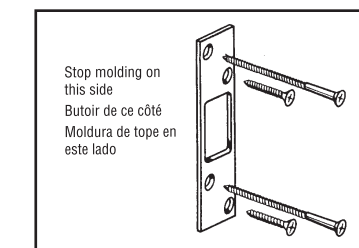

Fig. 6B
**Step 6B: Deadbolt Strike** -For deadbolt models, position strikeplate to align with deadbolt. Be sure center of bolt aligns with the center of the strike. Outline with pencil, and chisel or rout 3/32 in. deep, inside the outline, so that strike will be flush with jamb. Pre-drill 1/8 in. holes. The holes nearest to the stop molding receive the long screws. Install the screws into the strike (**Fig. 6B**).
**Étape 6B: Gâche de serrure à pêne dormant** - Pour les modèles munis d'un pêne dormant, posez la gâche de façon à ce qu'elle soit alignée avec le pêne dormant. Assurez-vous que le centre du pêne soit bien aligné avec le centre de la gâche. Tracez le contour au crayon et creusez le long du tracé à une profondeur de 0,24 cm, de façon à aligner la gâche avec le montant. Percez des avant-trous à l'aide d'un foret de 1/8 po. Les vis longues seront insérées dans les trous les plus près du butoir. Insérez les vis dans la gâche (**Fig. 6B**).
**Paso 6B: Cerrojo para cerradura con pestillo:** En los modelos de cerradura con pestillo, alinee la placa del cerrojo con la cerradura con pestillo. Asegúrese de que el centro del perno se alinee con el centro del cerrojo. Marque con un lápiz y cincele o rebaje 0,24 cm (3/32") de profundidad, dentro de la marca, de manera que el cerrojo quede al ras con la jamba. Taladre previamente orificios de 0,32 cm 1/8". Los orificios que estén más cerca de la moldura de tope recibirán los tornillos largos. Instale los tornillos en el cerrojo (**Fig. 6B**).